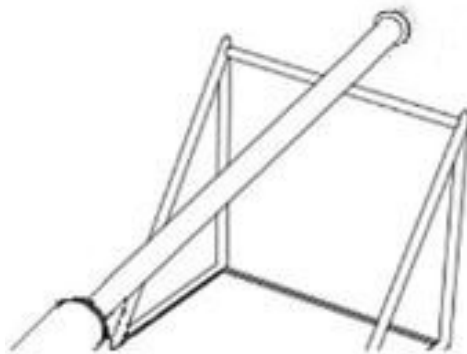

Abbildung 3
1. Installieren Sie eine verstärkende Seitenverstrebung (z. B. um zusätzliche strukturelle Stabilität zu gewährleisten, den Windlastwiderstand zu unterstützen und Vibrationen zu dämpfen). (siehe Abbildung 3).